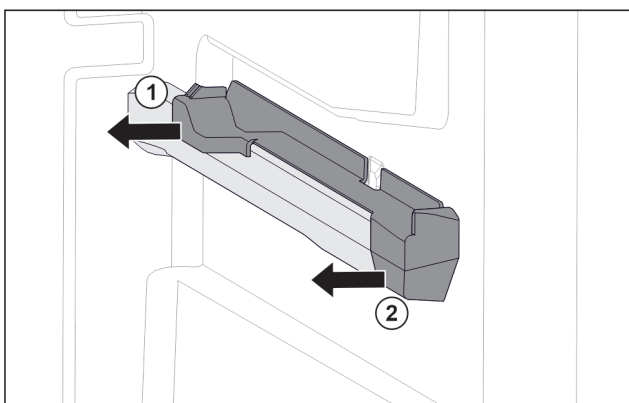

Fig. 123 Aufsteckteil auf der rechten Behälterrippe
- ▶ Aufsteckteil hinten zur Seite abziehen. Fig. 123 (1)
- ▶ Aufsteckteil vorne zur Seite abziehen. Fig. 123 (2)